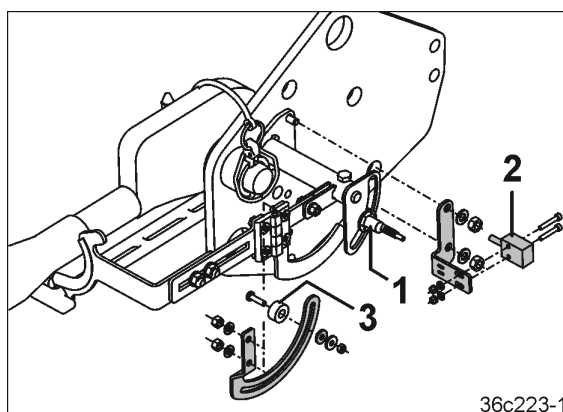

Fig. 51
- Capteur de position de travail numérique (Fig. 51/1) pour combinaison d'outils avec AMADRILL+
- Capteur de position de travail (Fig. 51/2) pour la surveillance de la conduite de semence avec aimant de réglage (Fig. 51/3)